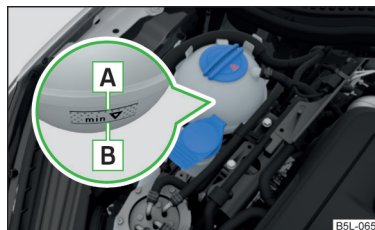

Fig. 162
Verificar el estado del líquido refrigerante - el líquido refrigerante tiene que estar entre las marcas **A** y **B** » **fig. 162.** Si el estado del líquido refrigerante está debajo de la marca **B**, rellenar el líquido refrigerante.
La **especificación** del líquido refrigerante se encuentra en el depósito de compensación del líquido refrigerante » **fig. 162.**
- No rellene el depósito de líquido refrigerante por encima de la marca **A** » fig. 162. El líquido refrigerante puede ser presionado por el calentamiento del sistema de refrigeración - Existe el peligro de un daño de las partes del vano motor.